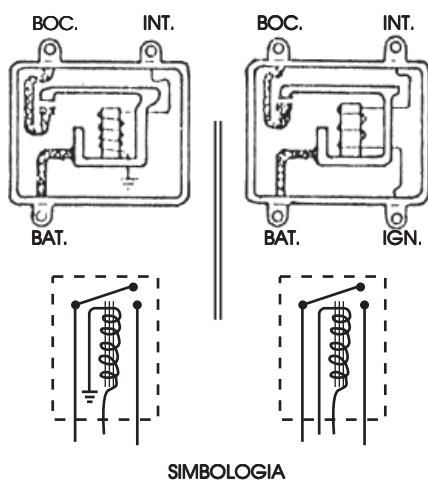

Fig. 20
**LOS RELEVADORES DE BOCINA**, pueden ser de tres o cuatro bornes, según la conexión de la bobina (Fig. 20).